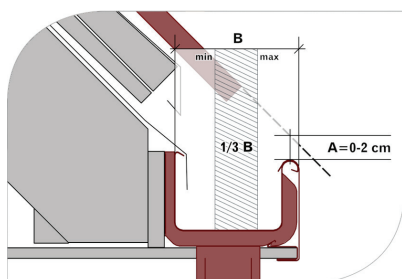

рис. 4
1.5 Желоб должен выходить за скат крыши, примерно на половину своей ширины, и одновременно не может выступать за линию, являющиеся продолжением крыши (рис. 4)